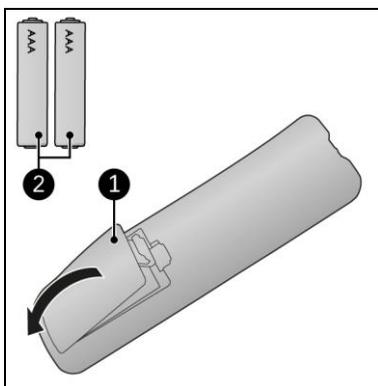

Figure 17
1. Retirez le couvercle (figure 17, pos. 1).
3. Insérez deux piles (AAA 1,5V) (figure 17, pos. 2) comme indiqué dans le compartiment à piles. Veillez à insérer les piles correctement.